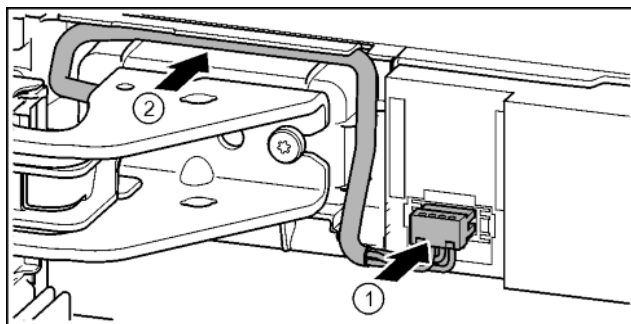

Fig. 42
- ▶ Pattintsa be a dugót a felső csapágybak felett, és óvatosan helyezze a csatornába a kábelpásmákat. Fig. 42 (1)
- ▶ A szürke kábelt óvatosan helyezze be a felső csapágybak feletti vezetősínbe. Fig. 42 (2)